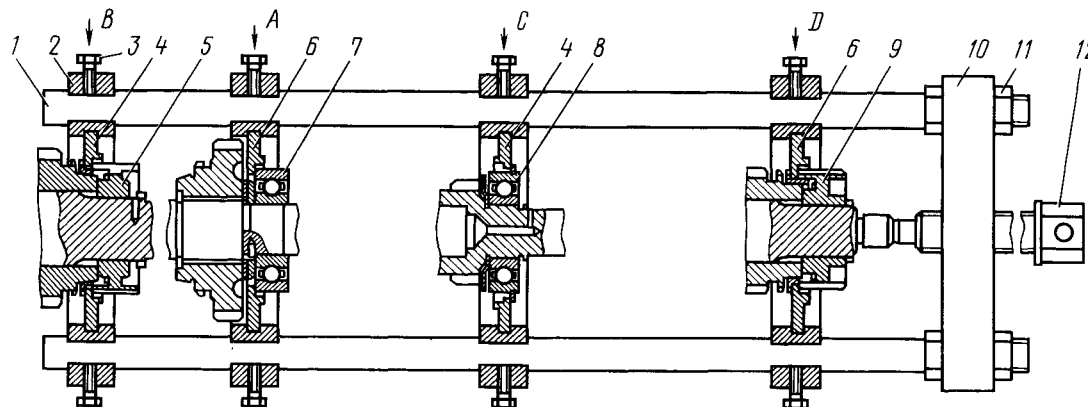

Рис. 102. Съемник 7823-6088-01 для снятия подшипников и ступиц с первичного и вторичного валов:
- установить первичный вал во вкладыши 4 (рис. 102, С) (на вкладышах выбит номер 7823-6088.00.06), установленные на каретке 2. Упереть винт 12 в центр первичного вала и вращением винта спрессовать с первичного вала подшипник 8 и снять маслоотражатель;
- установить вторичный вал подшипником 7 во вкладыши 6 (7823-6088.00.07) съемника, как показано на рис. 102, А и, вращая винт 12, спрессовать со вторичного вала шариковый подшипник;
- установить вторичный вал коробки передач ступицей 5 синхронизатора I и II передач во вкладыши 4 (7823-6088.00.06) съемника, как показано на рис. 102, В и, вращая винт 12, спрессовать ступицу 5;
- установить вторичный вал коробки передач ступицей 9 синхронизатора III и IV передач во вкладыш 6 (7823-6088.00.07) как показано на рис. 102, D и, вращая винт 12, спрессовать ступицу 9;